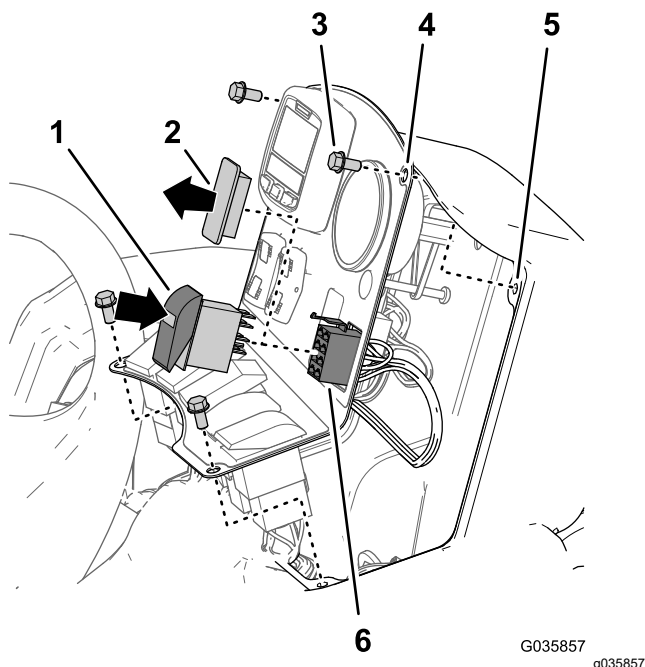

Bild 36
- Entfernen Sie die vier Bundkopfschrauben ($\frac{1}{4}$ " x $\frac{1}{2}$ ") (falls vorhanden), mit denen die Abdeckung des Bedienfelds oben an der Konsole befestigt ist, wie in Bild 36 abgebildet.
- Entfernen Sie die Schalterblende von der Abdeckung des Bedienfelds der Konsole (Bild 36).
- Führen Sie den 8-Buchsen-Stecker des Kabelbaums des Finishingkits für den Ultra Sonic Boom durch die Öffnung in der Abdeckung des Bedienfelds (Bild 36).
- Schließen Sie den 8-Buchsen-Stecker des Kabelbaums des Finishingkits für den Ultra Sonic Boom, der mit SONIC MODE MANUAL VS. AUTO beschriftet ist, am Kippschalter an (Bild 36).
- Setzen Sie den Kippschalter in die Öffnung im Bedienfeld, bis der Schalter einrastet (Bild 36).
- Fluchten Sie die Löcher in der Abdeckung des Bedienfelds mit den Löchern in der Oberseite der Konsole aus (Bild 36).
- Befestigen Sie das Bedienfeld mit den vier in Schritt 1 entfernten Schrauben an der Konsole (Bild 36).